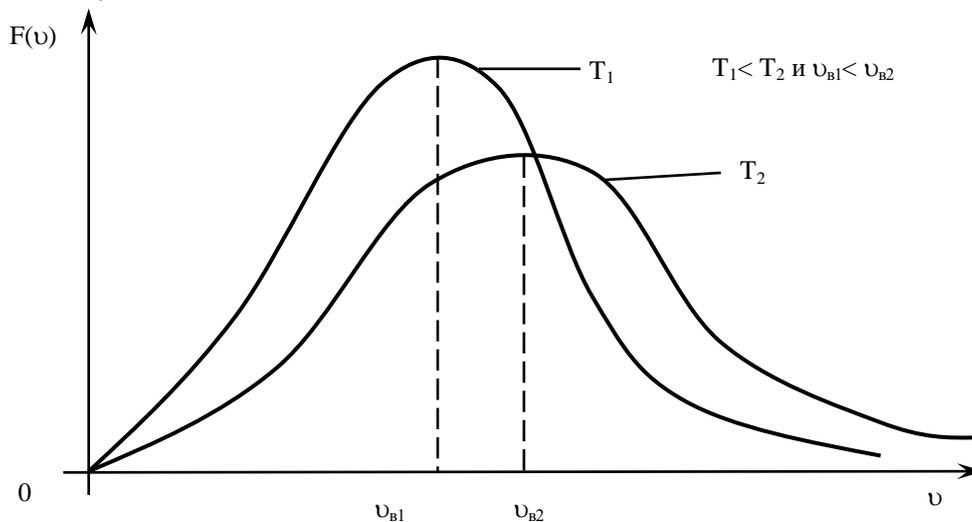

Рис. 2. Распределение Максвелла при разной температуре
Из формул (2) и (3) видно, что скорости движения молекул  $v$  зависят от температуры газа, и распределение их по скоростям тоже зависит от температуры (рис. 2).